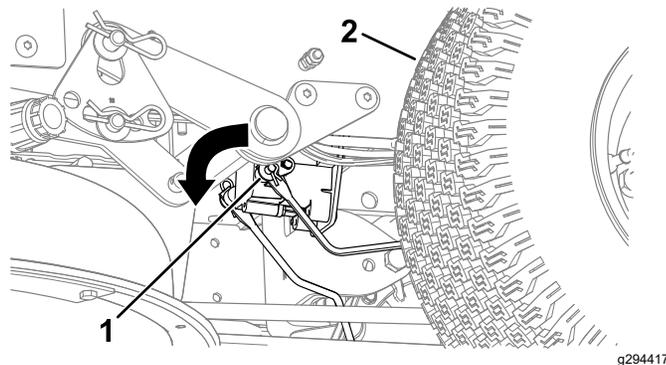

Рисунок 53
3. Найдите вал на электрическом тормозе, к которому подсоединены рычаги тяги тормоза (Рисунок 53).
4. Поверните вал, чтобы отпустить тормоз (Рисунок 53).